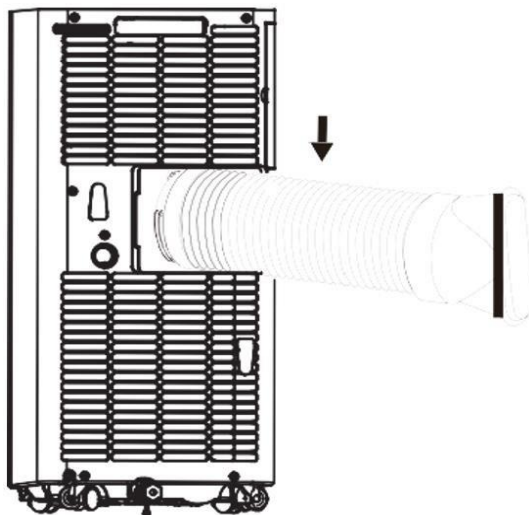

Fig.1
- Visser le tuyau d'évacuation d'air (avec adaptateur) à la sortie d'évacuation d'air à l'arrière de l'appareil (dans le sens inverse des aiguilles d'une montre, fig. 1).